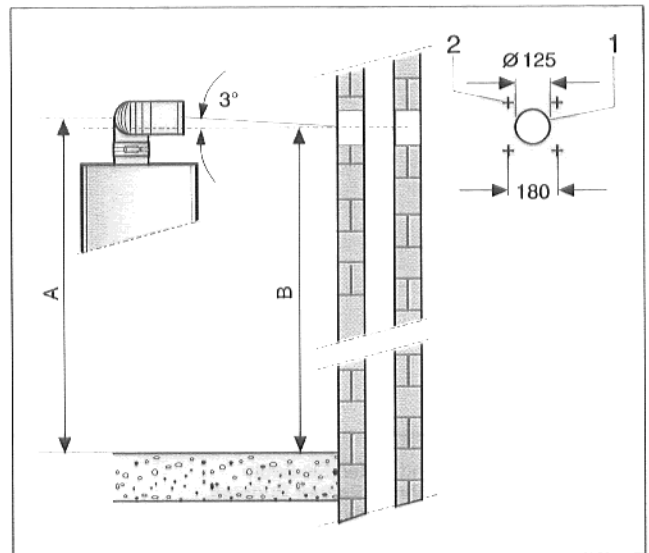

Abb. 21 Lage der Montageöffnung
- Lage der Montageöffnung bestimmen. Das Maß B (Abb. 21) ergibt sich aus dem Maß A unter Beachtung eines Gefälles von 3° nach außen.
- Montageöffnung (Abb. 21, Pos. 1)  $\varnothing 125$  mm bohren und Dübel (Abb. 21, Pos. 2) zur Befestigung der Abdeckplatte an der Außenwand setzen.